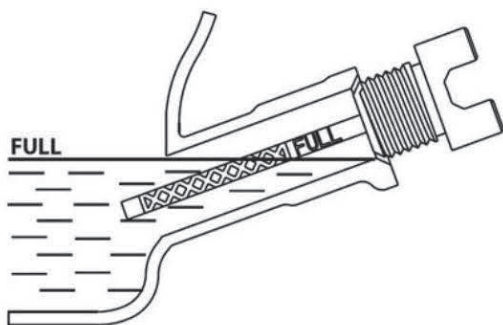

Рисунок 4-2. Безопасный рабочий диапазон
4. Чтобы проверить уровень масла, вставьте щуп в масло-наливную горловину, не завинчивая его. Смотрите рисунок 4-2.
9. Чтобы проверить уровень масла, снимите воронку и вставьте щуп в масло-наливную горловину, не заворачивая ее. Смотрите рисунок 4-2.